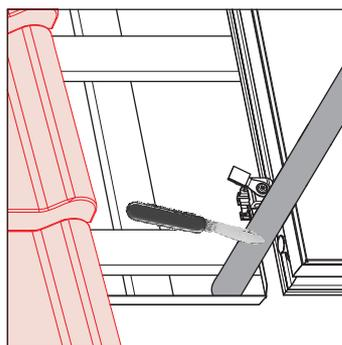
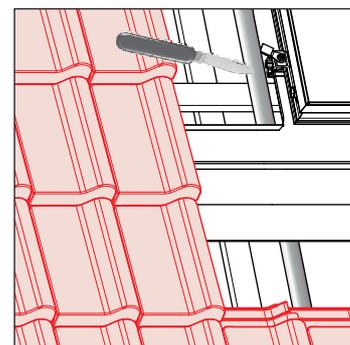

Fig. 3-24 Passaggio tubazioni di raccordo delle condutture di collegamento direttamente sul raccordo del collettore
Fig. 3-25 Passaggio tubazioni di raccordo attraverso il campo dei collettori
3. Portare le tubazioni di collegamento ai punti previsti attraverso la copertura del tetto, eseguire la posa in opera fino al collegamento al collettore e tagliare il rivestimento isolante delle tubazioni di collegamento al punto di connessione al collettore. L'esecuzione può avere luogo direttamente al raccordo di mandata o di ritorno del collettore piano o al di sotto del campo dei collettori (es. sulla lamiera di copertura), vedere fig. 3-24 e fig. 3-25.